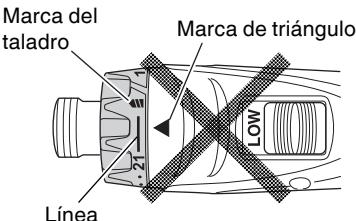

Fig. 9
- Evite usar la unidad con el número del dial del embrague entre “21” y la línea provista en el medio de la marca del taladro “◀▶”. Si lo hiciera, se podrían producir daños (Consulte la Fig. 9).